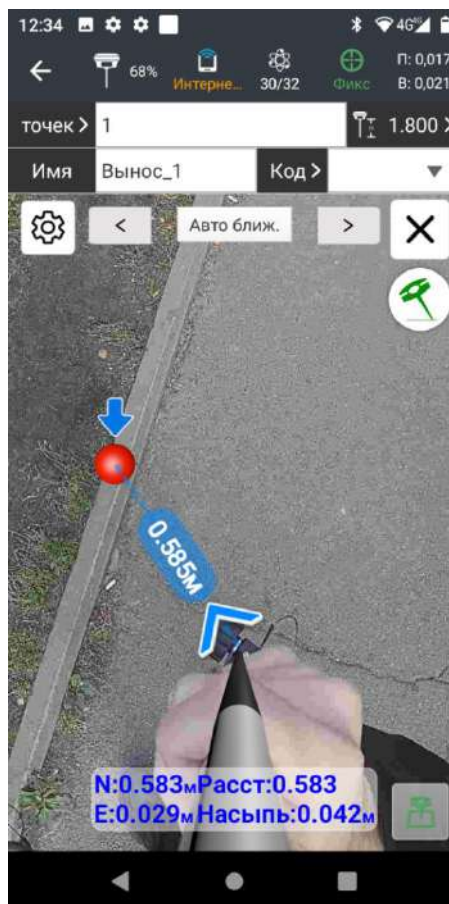

Рис. 2.66
4. По мере приближения к проектной точке активируется **нижняя камера приёмника**, на которой будет видно точку выноса и виртуальное наложение модели остроя вехи (Рис. 2.66).